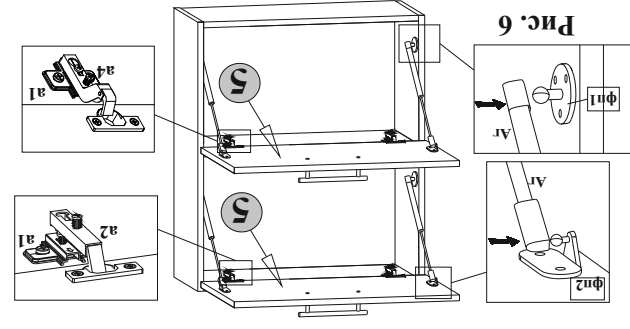

Рис. 6
5.9. Навесить двери на корпус шкафа, соединив между собой петли **a2** и направляющие петель **a1**, петли **a4** и направляющие петель **a1**. Установить газовые амортизаторы **Ag**, соединив верхний и нижний края амортизатора **Ag** с головками фиксирующих площадок **фп1** и **фп2** нажатием до щелчка (рис.6).